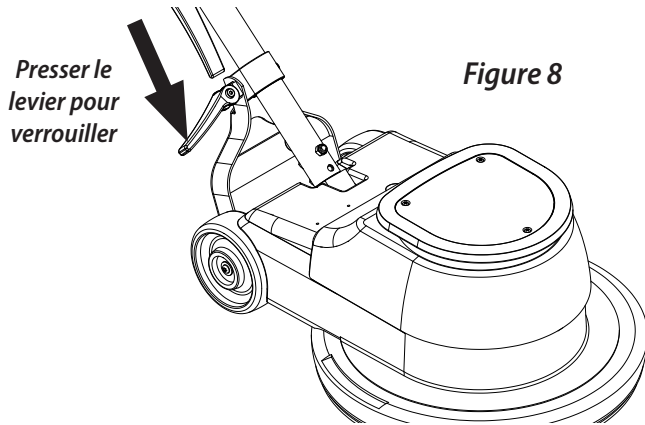

Figure 8
- 2 Verrouiller le timon dans la position la plus confortable pour le travail (voir Figure 8).